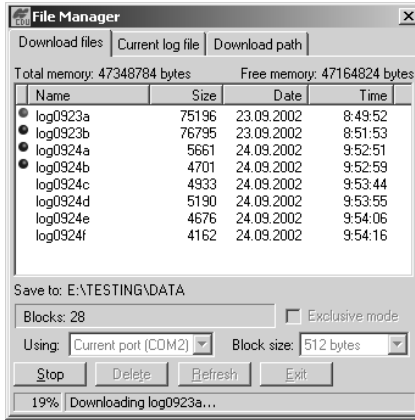

Figura 4-6. Descargar Archivos – Indicadores de Estado
- Haga clic en el botón **Download**. Durante la descarga, los indicadores de estado despliegan junto a cada archivo (Figura 4-6 en la página 4-13).